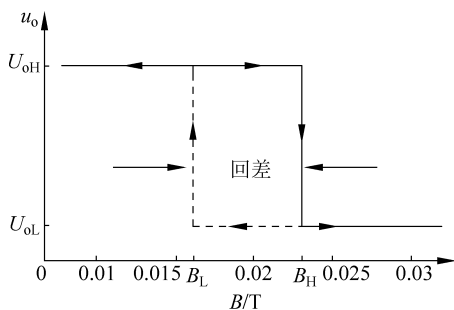
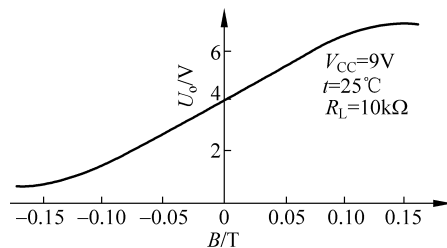

图 3-7 霍尔传感器系统的开关特性
图 3-8 霍尔传感器的线性特性
(2) 霍尔传感器系统特性说明。霍尔传感器在应用中,可以表现出两种不同的特性,一种是开关特性(图 3-7 所示为霍尔传感器系统的开关特性);另一种是线性特性(图 3-8 所示为霍尔传感器系统的线性特性)。